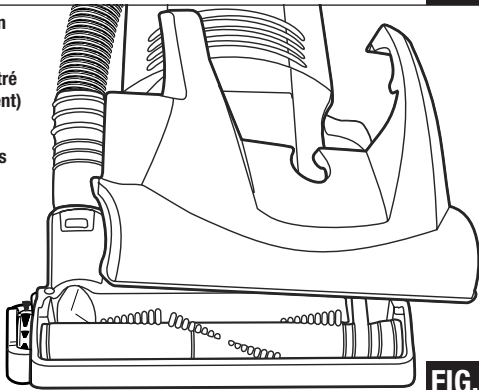

FIG. 23
- Step 3:** Lift hood to remove (FIG. 23).
Étape 3 : Soulever le capot pour l'enlever (FIG. 23).
Paso 3: Levante la tapa para quitarla (FIG. 23).